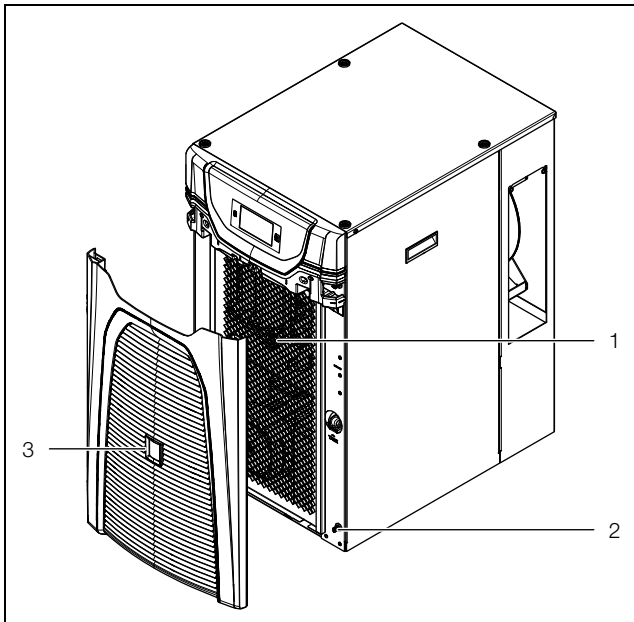

Fig. 34: Rimozione della griglia di aerazione 3319100, 3320200 e 3334300
- Nella parte anteriore del chiller, rimuovere la griglia di aerazione (fig. 34, pos. 3) staccandola dalla clip di fissaggio (fig. 34, pos. 2) e riparla in un luogo sicuro.